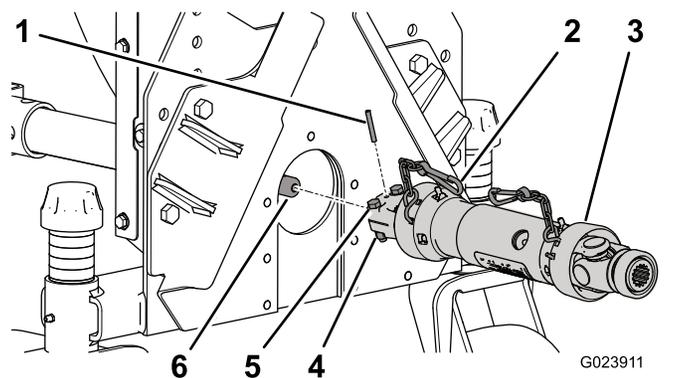

Figure 9
4. Fixez-l'ensemble avec une goupille cylindrique (Figure 9).
5. Fixez l'arbre d'entraînement à l'arbre du boîtier d'engrenages à l'aide de deux boulons (5/16" x 1 3/4") et 2 contre-écrous (5/16") (Figure 9).
8. Fixez la chaîne de sécurité au cadre du souffleur (Figure 9).